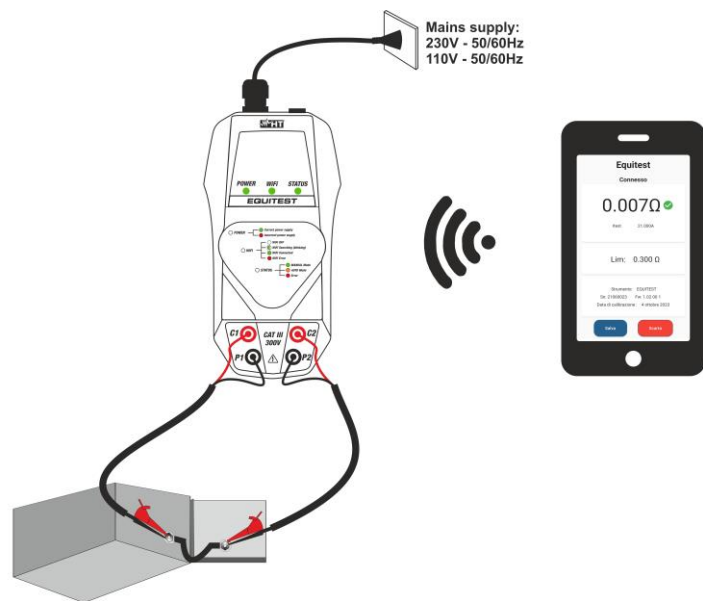

Abb. 4 Verwendung des Instruments mit der HT EQUITEST APP
5. Verbinden Sie die zwei schwarzen Kabel des Kabelsatzes **C7000** mit den Eingangsbuchsen **P1** und **P2**, und die zwei roten Kabel mit den Eingangsbuchsen **C1** und **C2** (siehe Abb. 4)
6. Verbinden Sie die Krokodilklemmen des Kabelsatzes **C7000** mit den Enden des zu testenden Gegenstandes (siehe Abb. 4)
7. Berühren Sie die Schaltfläche „**Messung**“ in der APP, um den Test im **manuellen Modus** oder einfach durch Bewegen der Testklemmen zu aktivieren, wenn der **automatische Modus** ausgewählt ist. Das Instrument liefert einen Prüfstrom >10 A AC und das Messergebnis wird in der APP angezeigt (siehe Abb. 4) mit der Angabe „“ im Falle eines bestandenen Tests oder „“ im Falle eines fehlgeschlagenen Tests